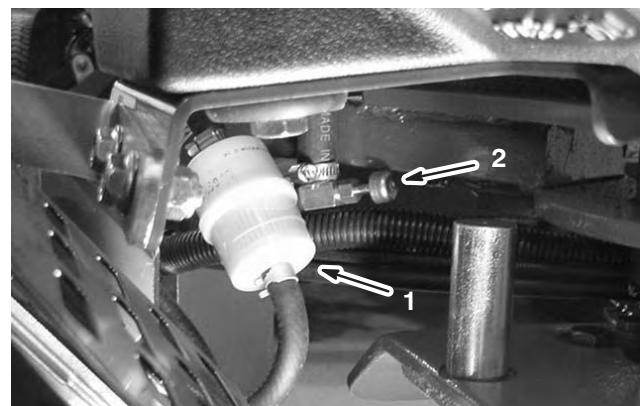

Bild 50
- Schließen Sie den Kraftstoffhahn (Bild 50).
- Drücken Sie die Enden der Schlauchklemmen zusammen und schieben Sie sie vom Filter weg (Bild 50).
- Setzen Sie einen neuen Filter ein und schieben Sie die Schlauchklemmen an den Filter heran (Bild 50).
- Öffnen Sie den Kraftstoffhahn (Bild 50).
2. Schließen Sie den Kraftstoffhahn (Bild 50).
3. Lockern Sie die Schlauchklemme am Kraftstofffilter und schieben Sie sie an der Kraftstoffleitung weg vom Kraftstofffilter (Bild 50).
4. Ziehen Sie die Kraftstoffleitung vom Kraftstofffilter (Bild 50). Öffnen Sie den Kraftstoffhahn und lassen Sie den Kraftstoff in einen Benzinkanister oder ein Auffanggefäß ablaufen.
5. Bringen Sie die Kraftstoffleitung am -filter an. Schieben Sie die Schlauchklemme ganz an den Kraftstofffilter heran, um die Kraftstoffleitung zu befestigen (Bild 50).